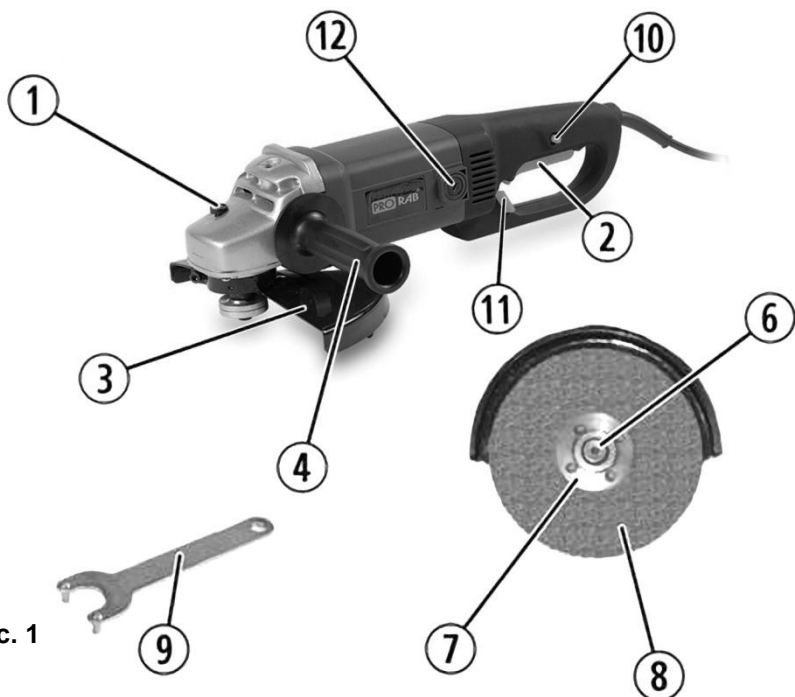

Рис. 1
- Удерживая нажатой кнопку фиксации шпинделя (1)(См. Рис.1), установите внутренний фланец (5) на шпиндель (6)(См. Рис.2).
- Установите новый, исправный отрезной или шлифовальный круг (8).
- Отпустите фиксатор шпинделя (1)(См. Рис.1) .
- Удерживая нажатой кнопку фиксации шпинделя (1)(См. Рис.1), отверните наружную фланцевую гайку (7)(См. Рис.2), идущим в комплекте фланцевым ключом (9)(См. Рис.1).
- **Для включения** инструмента - нажмите на кнопку блокировки пуска (10), и, не отпуская ее, нажмите на клавишу пускового выключателя (2) (См. Рис.1). Переведите ее в положение «ВКЛ» (ON).
- **Для выключения** инструмента - отпустите клавишу пускового выключателя (2) (См. Рис.1). Переведите ее в положение «ВЫКЛ» (OFF).
- Для изменения положения рукоятки – нажмите на фиксатор (11)(См. Рис.1) и поверните рукоятку в нужную сторону. Звук щелчка символизирует о фиксации рукоятки в выбранном положении.